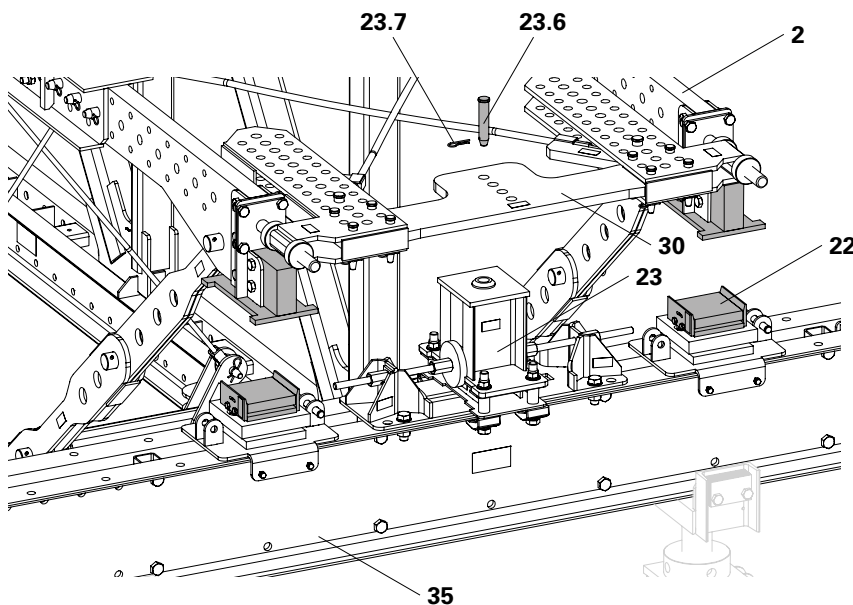

Fig. B1.03
1. Sfilare l'inserto a molla (23.7) e rimuovere i perni (23.6) dal supporto orizzontale (23).
4. Sollevare il kit di travi e posizionarlo sopra la trave di orditura primaria (35).
5. Abbassare lentamente il kit di travi e depositare i telai di appoggio (2) sui supporti longitudinali (22).
6. Su un lato del kit di travi inserire il perno (23.6) nell'apposito foro e collegare la traversa di impalcatura (30) con il supporto orizzontale (23).
- (Fig. B1.03)